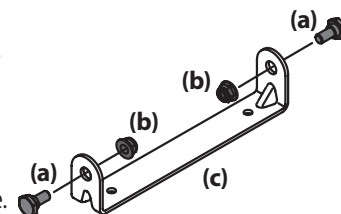

Figura 4
1. Extraiga los pernos con reborde (a) y las tuercas de seguridad (b) del soporte de montaje del asiento (c) incluidos en el paquete de elementos de ferretería. Consulte la Figura 4.